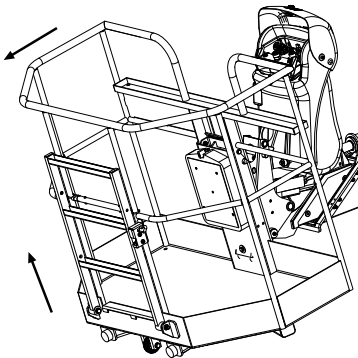

Abb. 88
8. Arbeitskorb kippen und schräg nach oben herausziehen (Abb.88).